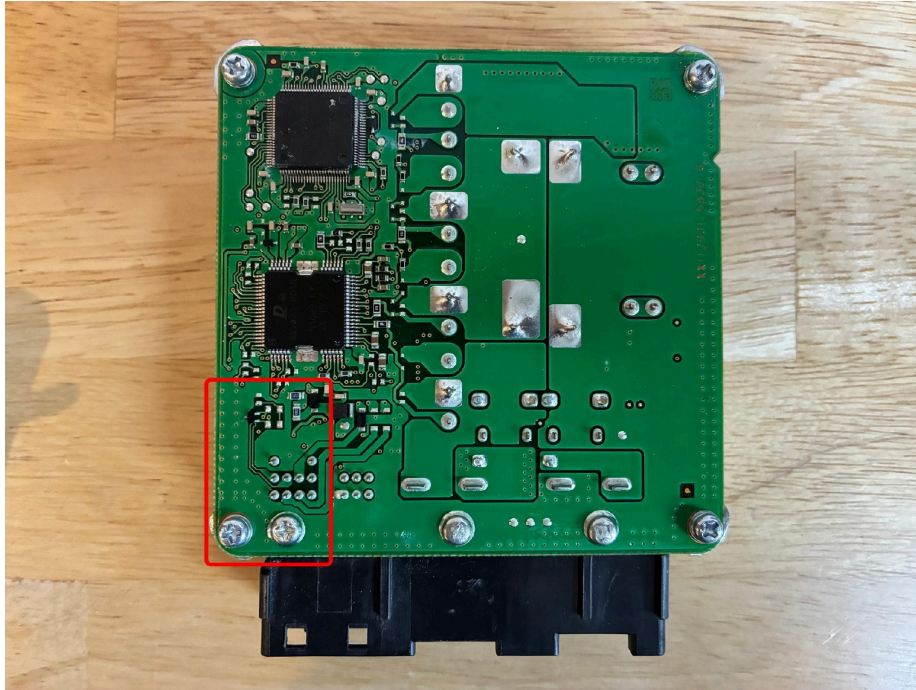

FIG1 — PCB 背面。紅框為施工區(左下角,靠近黑色 connector)
2. 找到 PCB 背面「左下角、靠近 connector」的區域 —— 即切線與焊線的施工區(FIG1 紅框處)。